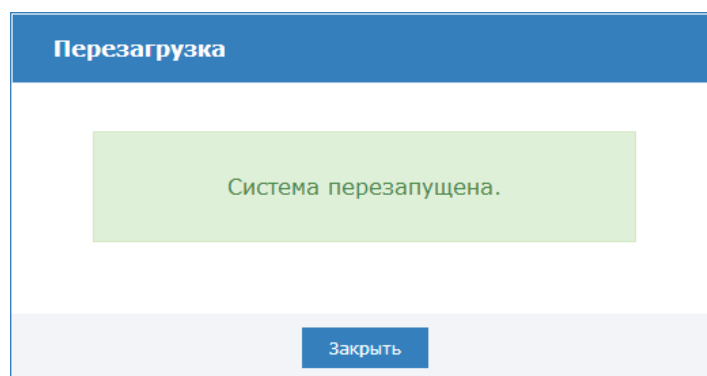

Рисунок 9.73 — Окно подтверждения завершения перезагрузки
4. По окончании процесса перезагрузки отобразится информационное окно (рисунок 9.73). Нажмите на кнопку **Закреть**.